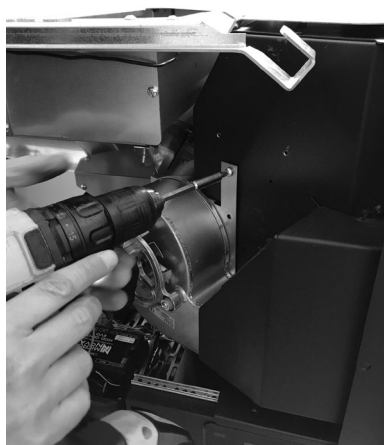

Fig. 44 - Enlever le ventilateur
- Retirer les 4 vis de fixation du ventilateur gauche (voir **Fig. 44**).